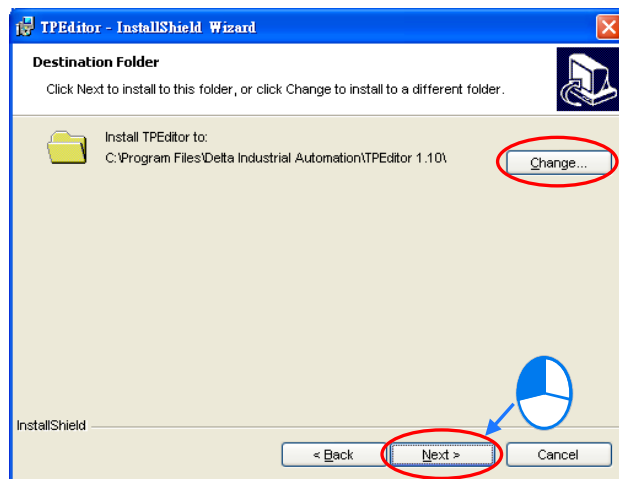

图 1-4 安装过程
- (6) 保持默认路径，或按下「**Change**」变更安装路径，完成后按下「**Next**」进行下一步。如图 1-4。